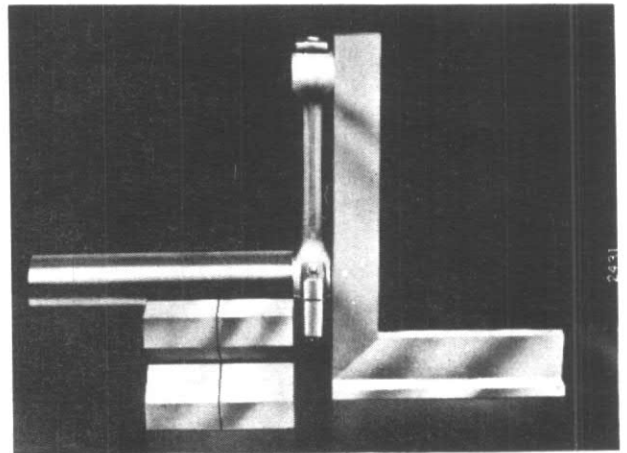

Figure 133
4. Avant d'aléser la bague de piston aux cotes de finition, vérifiez l'équerrage et la déformation de la déformation de la bielle, fig. 133.